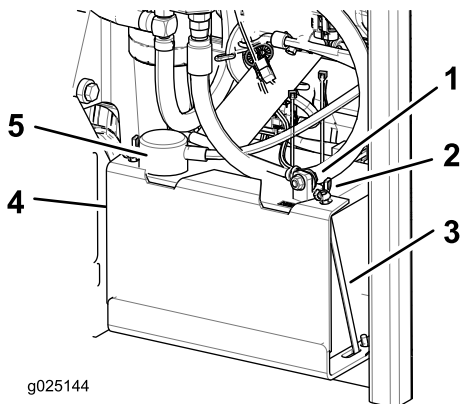

Figura 47
- Deconectai cablul negativ (negru) al bateriei de la borna negativă a bateriei (-) (Figura 47).
- Glisai i îndepărtați capacul bornei de la borna pozitivă (rou) a bateriei i îndepărtați cablu pozitiv (+) al bateriei (Figura 47).
- Îndepărtați piuliile fluture care fixează cârligele în formă de J (Figura 47).
- Îndepărtați clema (Figura 47).
- Amplasați bateria în compartimentul său cu clemele față în față cu rezervorul hidraulic (Figura 47).
- Fixați cablurile cu 2 uruburi, 2 piuliie i 2 contrapiuliie (Figura 47).
- Montați clema i fixați-o cu piuliile fluture i cârligele în formă de J (Figura 47).